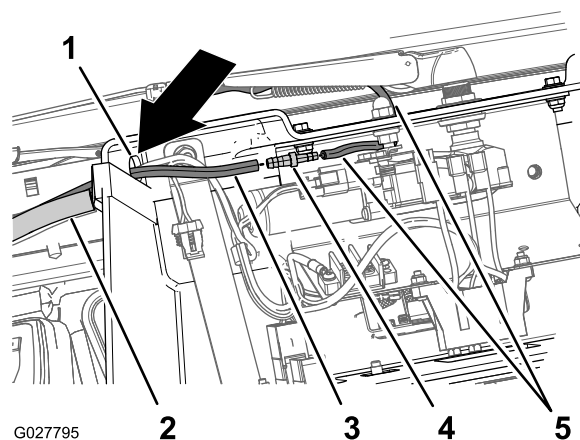

Рисунок 38
1. Проложите один конец шланга через отверстие в потолочной консоли (Рисунок 38)
2. Вставьте малый конец шлангового штуцера типа «елочка» в конец шланга со стороны рычага стеклоочистителя до полной посадки штуцера (Рисунок 38).
3. Вставьте большой конец шлангового штуцера типа «елочка» в конец шланга до полной посадки штуцера (Рисунок 38).